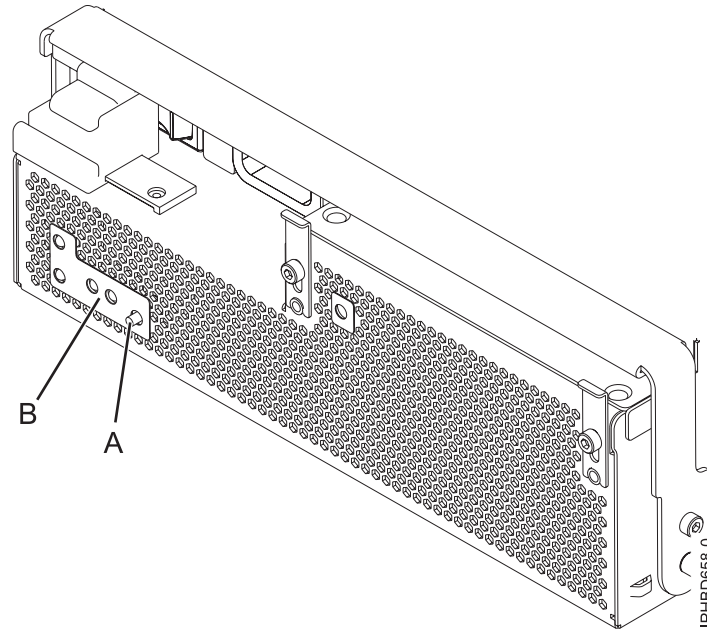

Figure 21. Voyant d'incident du ventilateur
**Remarque :** Si vous avez remplacé un ventilateur de bloc d'alimentation dans le cadre de cette procédure, examinez le voyant d'incident ventilateur **(B)** illustré à la figure 21, à la page 22. Si le voyant est éteint, ce qui indique que les deux ventilateurs fonctionnent correctement, passez à l'étape suivante. Dans le cas contraire, retirez le bloc d'alimentation de l'unité d'extension et répétez la procédure en commençant par l'étape 5, à la page 18. Si, après avoir renouvelé la procédure, le ventilateur de bloc d'alimentation ne fonctionne pas correctement, contactez votre fournisseur de services.